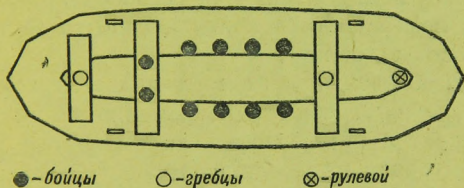

Рис. 8. Расположение десанта в лодке.
17. После того как лодка спущена на воду, производится посадка десанта; бойцы входят по одному и размещаются равномерно по бортам всей лодки лицом друг к другу (рис. 8). На лодке размещаются 10 бойцов со снаряжением и вооружением. Винтовки у бойцов должны быть с примкнутыми штыками и находиться отвесно между ногами. Сидеть в лодке следует спокойно и не переходить с места на место без крайней надобности. Предметы вооружения и снаряжения должны размещаться так, чтобы они не могли причинить повреждения лодке.